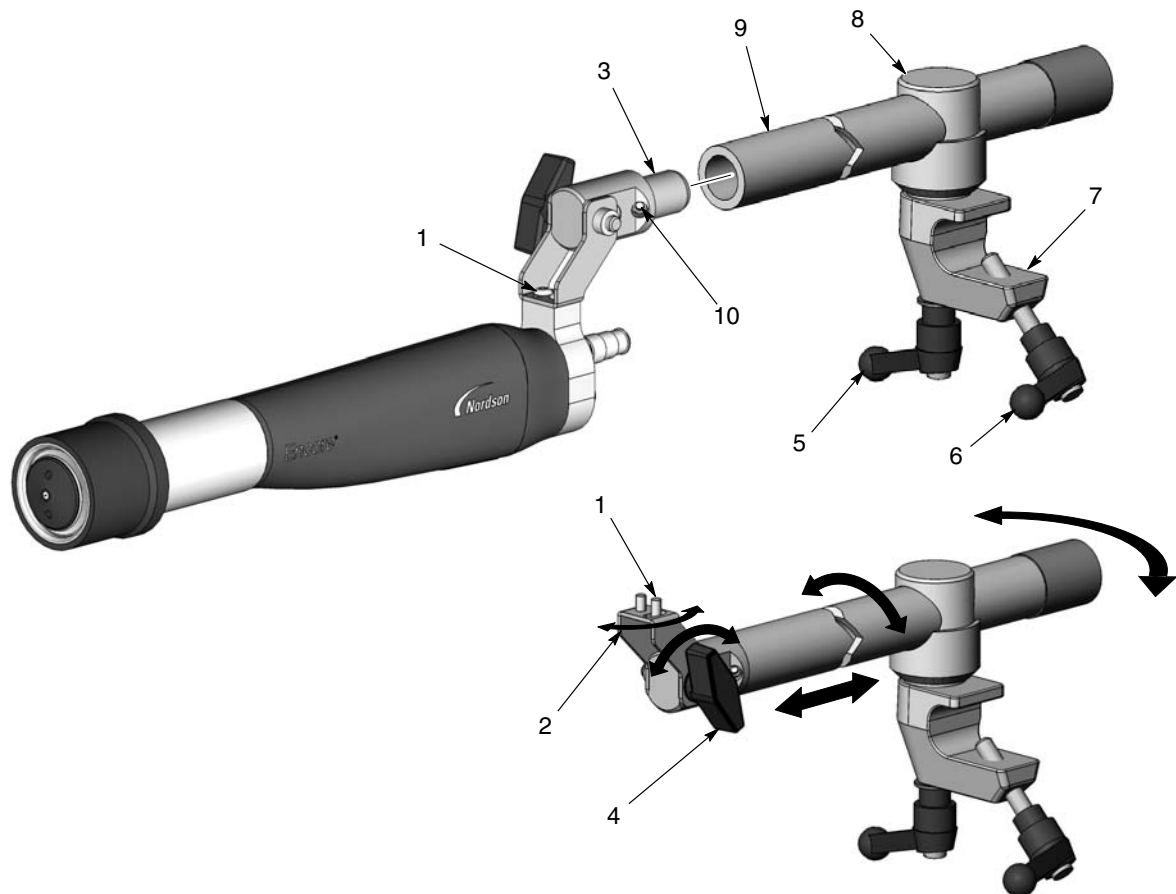
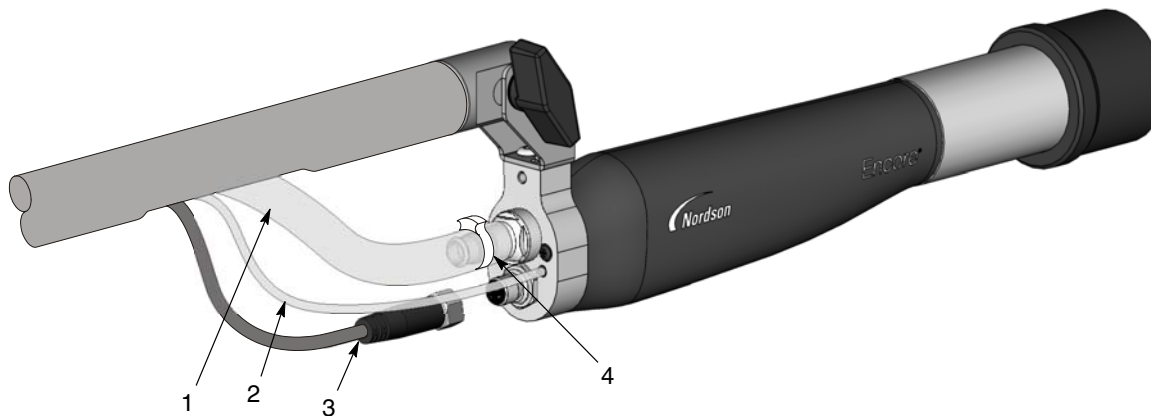

Рис. 3 Стандартное крепление распылителя для шарнирной штанги
Рис. 5 Соединения распылителя
- См. рис. 3. Вставить переходник трубки (3) в конец регулировочной штанги (9) и зафиксировать стопорным винтом (10), используя 4-мм ключ-шестигранник.
- Для смещения наконечника распылителя в поперечном направлении ослабить правый винт с полукруглой головкой (1).
- Ослабив ручку наклона (4), можно отвести наконечник распылителя вверх или вниз.
- Для поворота или осевого перемещения регулировочной штанги ослабить фиксирующую ручку (5).
- Установить зажим (7) на 1-дюймовую монтажную штангу и затянуть зажимную ручку (6).
- Соединив в жгут порошковый шланг, 4-мм прозрачный шланг воздушной очистки электрода и кабель распылителя, закрепить жгут на регулировочной штанге при помощи застежек-липучек Nordson. Подсоединить их к распылителю, как показано на рис. 5.
1. Отвернуть ручку и снять шайбу (5, 4) с монтажного кронштейна (3) распылителя.
3. Вставить конец дополнительного переходника трубки (2) в монтажный кронштейн распылителя и совместить отверстие на конце переходника трубки с отверстиями в монтажном кронштейне распылителя.
5. См. рис. 5. Протянуть (в следующем порядке) кабель распылителя, 4-мм прозрачный шланг воздушной очистки электрода и порошок шланг сквозь конец монтажной трубки и через вырез. Подсоединить их к распылителю, как показано на рис. 5.